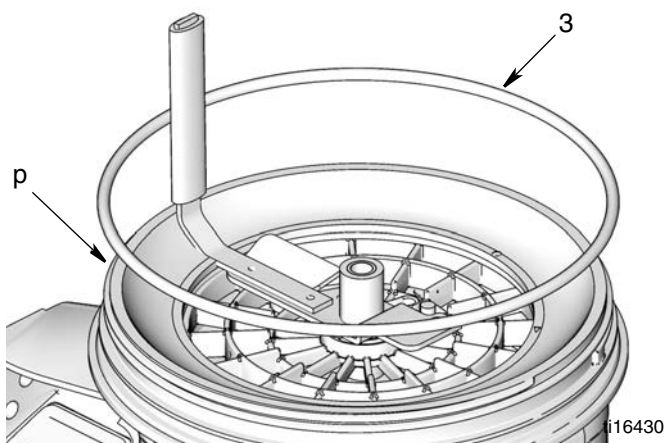

FIG. 18
1. Lubrificare il nuovo anello di tenuta (3) (incluso nel kit) e installarlo intorno all'adattatore del serbatoio (p) come mostrato in (FIG. 18).